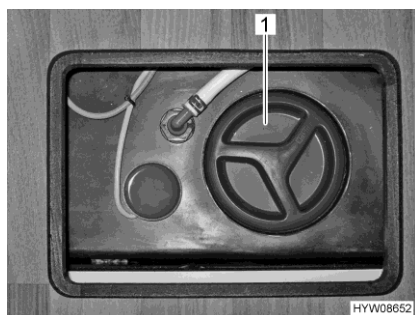

Fig. 170 Apertura per la pulizia (serbatoio delle acque grigie)
- A questo scopo aprire l'apertura per la pulizia (Fig. 170,1) per il serbatoio delle acque grigie e il rubinetto di scarico.